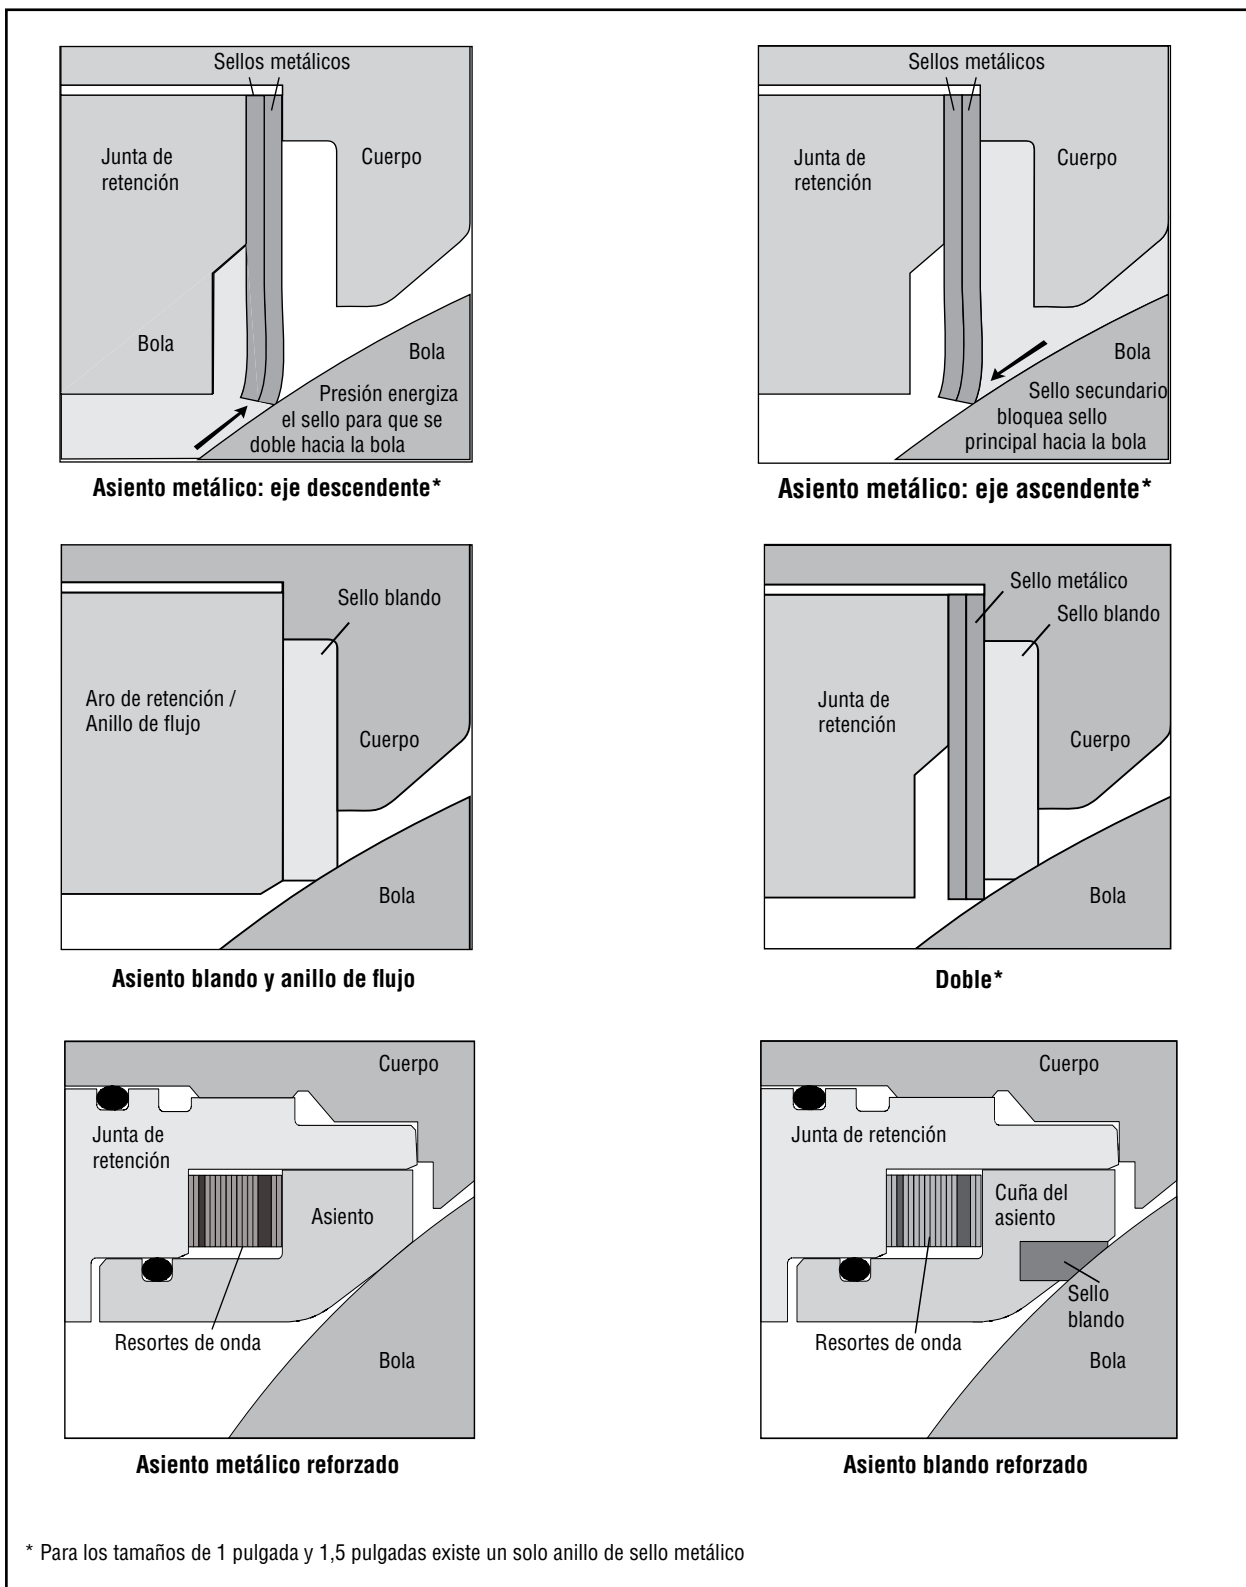

Figura 4: Configuraciones de asientos
8.2.13 Vuelva a colocar el asiento a la válvula según corresponda. (Consulte la Figura 4).
Para los asientos metálicos, inserte los dos anillos de sello metálicos dentro del cuerpo. (Consulte la nota en la Figura 4).
Para asientos dobles, inserte el anillo de sello blando, seguido de los dos anillos de sello metálicos dentro del cuerpo. (Consulte la nota en la Figura 4).